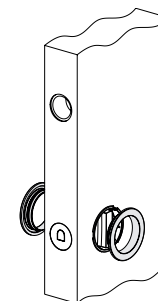

Fig. 6
6. Inserire la maniglia frontale di trascinnamento nell'apposita sede (Fig. 6).
Apply the pull handle in its seat (Fig. 6).